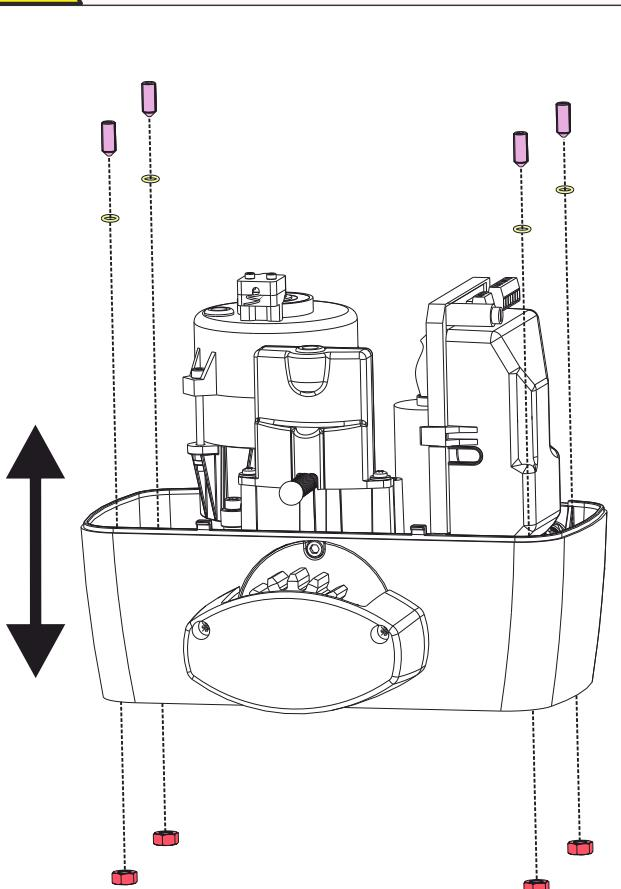

Fig. 6
6.1. Insérer les 4 vis sans tête dans les trous à l'intérieur du boîtier inférieur, afin de régler la hauteur du motoréducteur par rapport à la plaque ; fixer les vis sans tête avec les écrous - Fig. 6